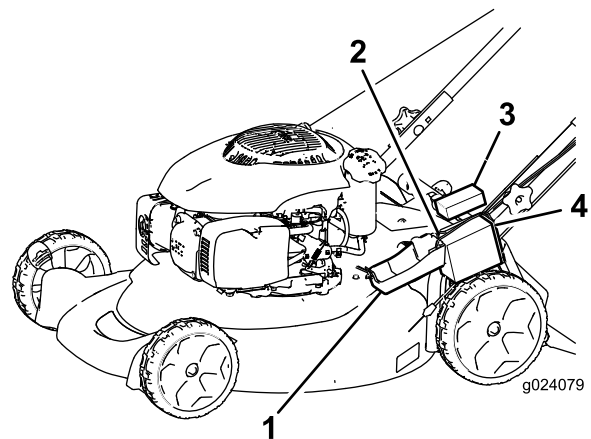

Figura 25
1. Desenganche la tapa de la batería y retírela (Figura 25).